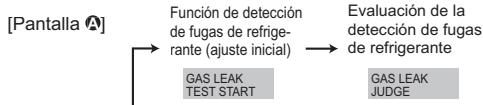

Fig. 8-2
- ② Pulse el bot n **CLOCK** (V) y seleccione **[GAS LEAK TEST START]** (INICIO DE PRUEBA DE FUGAS DE GAS). (Fig. 8-2)